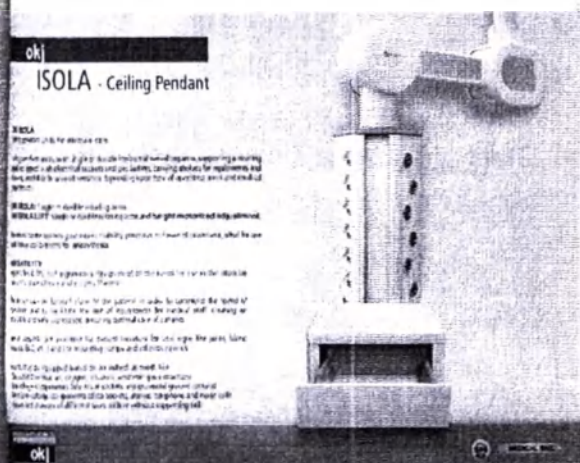

Рисунок 13.
17. **Ящик для монитора (не более 10 шт.).** Для расположения медицинского оборудования диагностики и наблюдения за пациентом, для инструментария и средств по уходу, для создания модульных конструкций. (Рисунок 13).